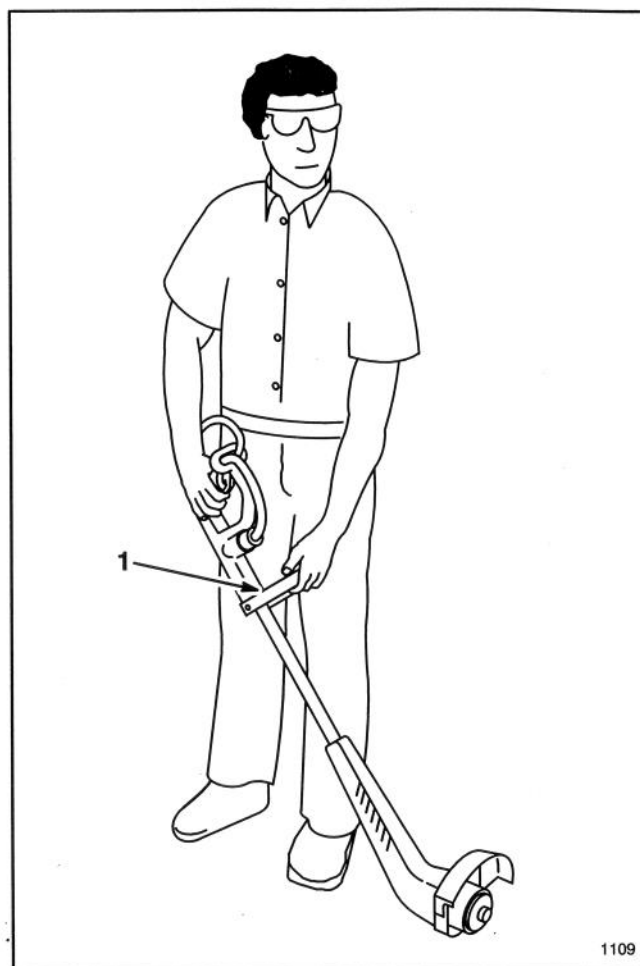

Figure 17
10. Le taille-bordures peut être utilisé pour tailler de façon décorative en faisant pivoter le support de la poignée à 180° (Fig. 17).